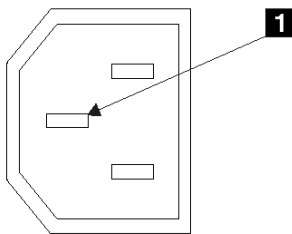

Figura 4. Patilla de toma de tierra
6. Compruebe la continuidad entre el bastidor del SAN Volume Controller y la patilla de toma de tierra de cada conector de alimentación principal. La patilla de toma de tierra se muestra con un **1** en la Figura 4.